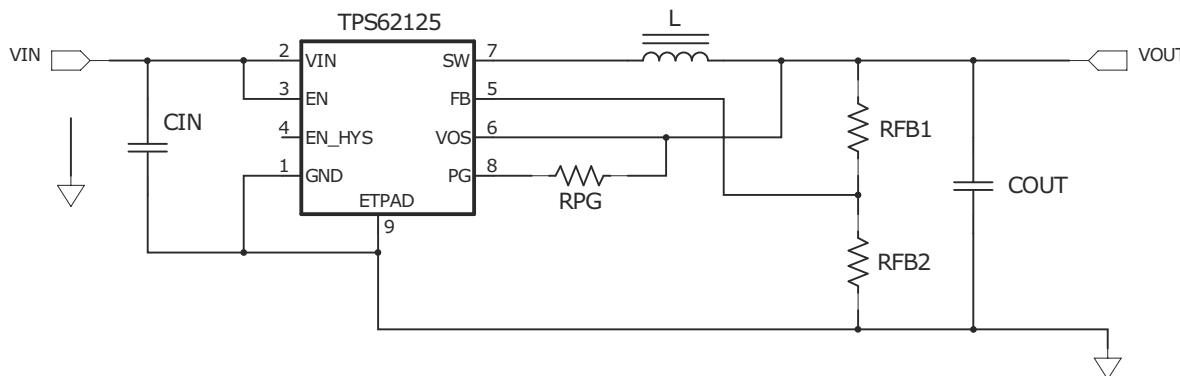
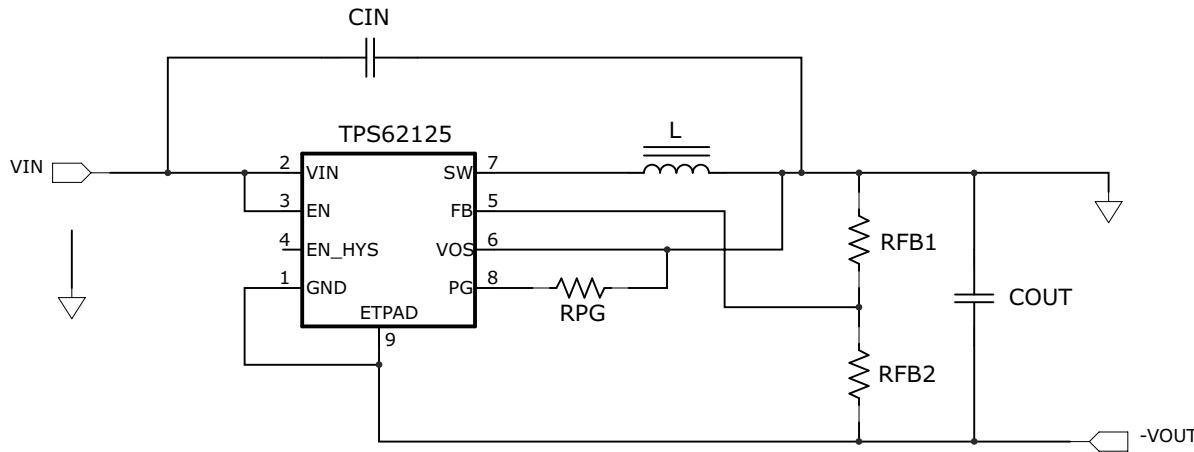

图 1-1. TPS62125 降压拓扑
图 1-2. TPS62125 反相降压/升压拓扑
反相降压/升压拓扑与降压拓扑非常相似。在图 1-1 所示的降压配置中，正连接 (V_{OUT}) 连接到电感器，返回连接到集成电路 (IC) 接地。然而，在图 1-2 所示的反相降压/升压配置中，IC 接地用作负输出电压引脚（标记为 $-V_{OUT}$ ）。降压配置中的正输出用作接地 (GND)。这种反相拓扑允许输出电压反相并且始终低于接地电压。